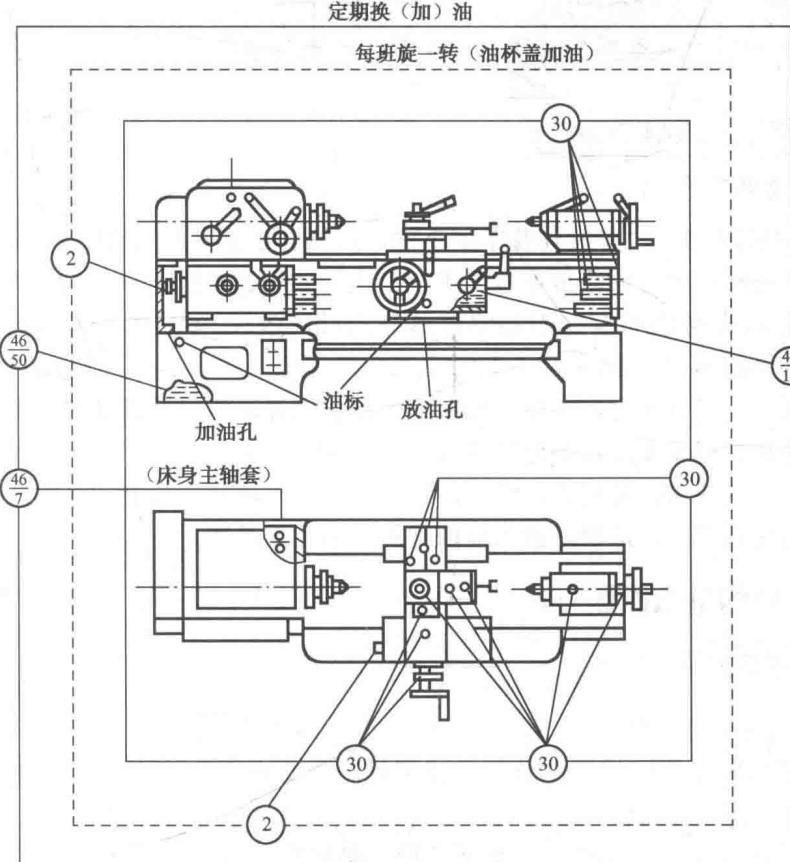

图 1.1.3 CA6140 卧式车床的润滑系统位置
- (1) 浇油润滑：车床露在外面的滑动表面，如车床的床身导轨面，中、小拖板导轨面和丝杠等，擦干净后用油壶浇油润滑。
- (2) 溅油润滑：车床齿轮箱内等部位的零件，一般是利用齿轮转动时把润滑油飞溅到各处进行润滑。注入新油时应用滤网过滤，油面不低于油标中心线。换油期一般为每三个月一次。
- (3) 油绳润滑：进给箱内的轴承和齿轮，除了用齿轮溅油进行润滑外，还靠进给箱上部的储油槽，通过油绳进行润滑。因此，除了需要注意进给箱油标里的油面高低外，每班次还需要给进给箱上部的储油槽适量加油一次。
- (4) 弹子油杯润滑：车床尾座中、小拖板摇手柄转动轴承部位，一般采用这种方式润滑。润滑时用油嘴将弹子掀下，滴入润滑油。弹子油杯润滑每班次至少加油一次。
- (5) 油脂杯润滑：车床交换齿轮箱的中间齿轮等部位，一般用油脂杯润滑。润滑时先在油脂杯中装满油脂，当拧进油杯盖时，润滑油脂就挤入轴承套内。油脂杯润滑每周加油一次，每班次旋转油杯一圈。
- (6) 油泵循环润滑：这种方式是依靠车床内的油泵供应充足的油量来进行润滑。
如图 1.1.3 所示是 CA6140 型卧式车床的润滑系统图。润滑部位用数字标出，图中所注②处的润滑部位用 2 号钙基润滑脂进行润滑，③处的润滑部位用 30 号机油进行润滑，每班加油一次，其余的所圈数字表示 L-AN46 全损耗系统用油润滑，如 46/50 表示 L-AN46 全损